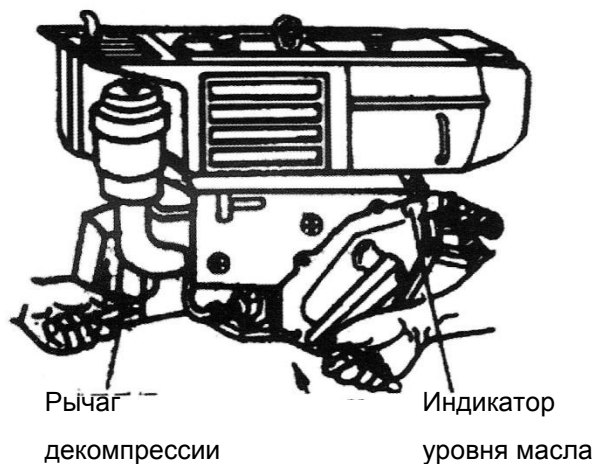

Рис. 3 Удаление антикоррозионного масла
2. Снимите выхлопную трубу, вставьте пусковую ручку в соответствующий вал, поверните рычаг декомпрессии левой рукой и проворачивайте двигатель при помощи пусковой рукоятки, чтобы удалить антикоррозийное масло из цилиндра. Вращайте пусковую рукоятку до тех пор, пока масло не перестанет вытекать с выхлопного отверстия. После этого установите в прежнее положение выхлопную трубу, как показано на рис. 3